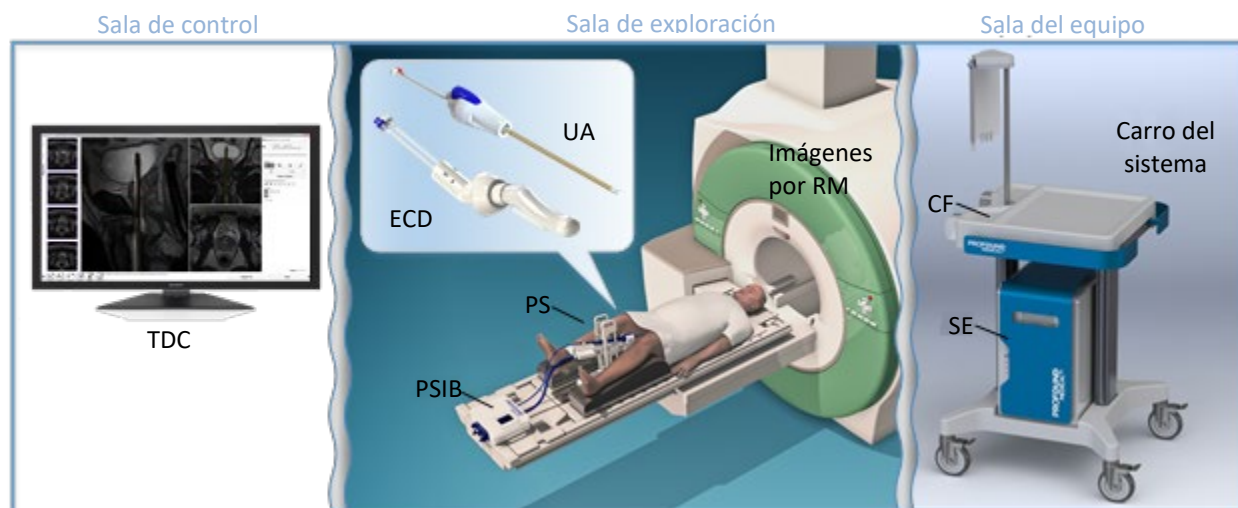

Figura 4: Componentes del sistema TULSA-PRO®
El sistema TULSA-PRO combina las imágenes por resonancia magnética (RM) en tiempo real y termometría por RM con ultrasonidos direccional transuretral y software de control de proceso de circuito cerrado para administrar una ablación térmica exacta del tejido prostático prescrito por el médico (*Figura 4*). El sistema consta de componentes de hardware y software.